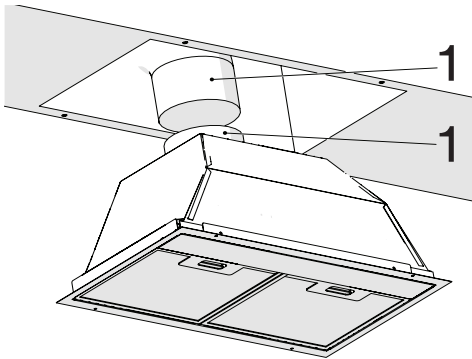

Fig. 9
- Encaixe o tubo de saída de ar à chaminé da saída de ar e aperte com uma braçadeira (Fig. 9).